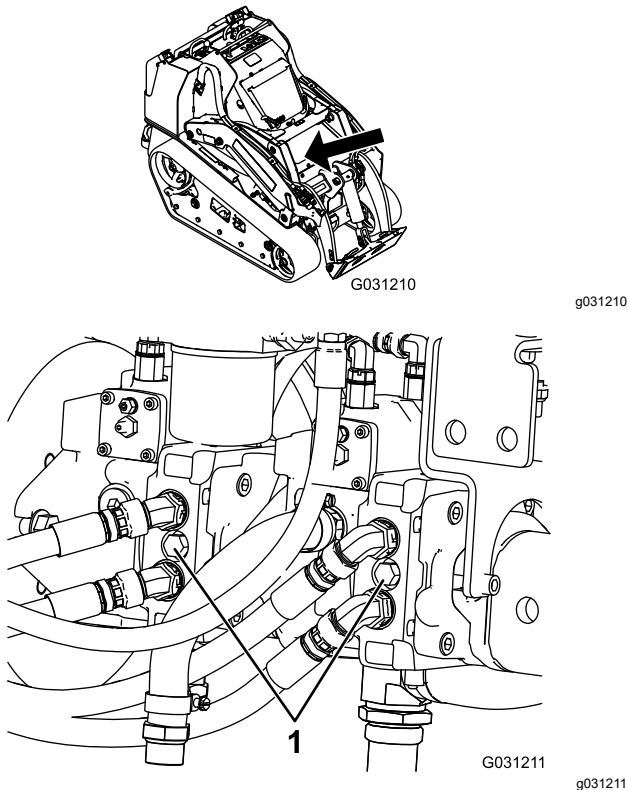

Figura 26
4. Con l'aiuto di una chiave, girate due volte in senso antiorario le valvole per il rimorchio situate sulle pompe idrauliche (Figura 26).